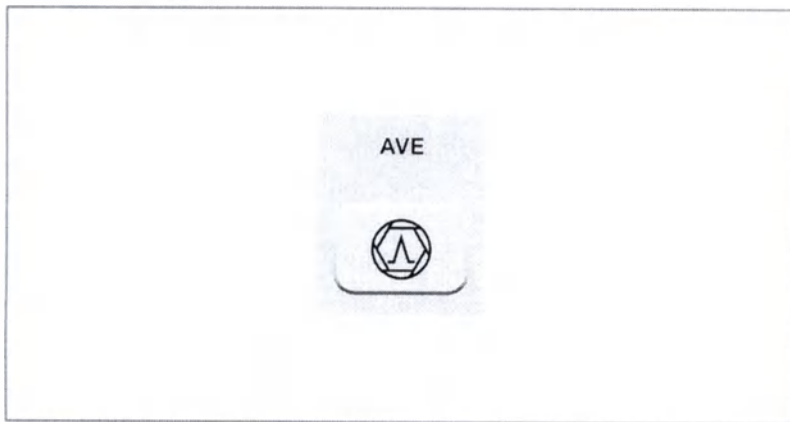

Рисунок 4.9
4. Нажмите  чтобы выбрать [AVE] (Усредненное) или [PEAK] (Максимальное) (см. рисунок 4.9).